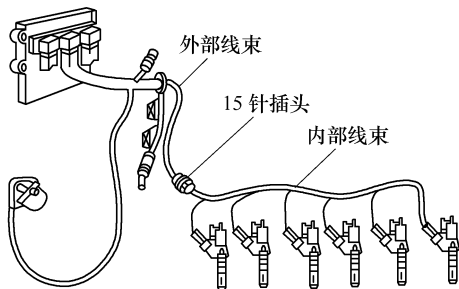

图 5-87 喷油器电磁阀与 ECM 的连接电路
(1) 概述
① 喷油器电磁阀与 ECM 的连接电路如图 5-87 所示。该电路由 ECM、执行器线束电源和回路组成。从 ECM 插头连接到摇臂室壳体中有一个 15 针插头，15 针插头用于连接外部和内部执行器线束，内部线束连接到每个喷油器，用三根导线控制发动机执行器电路。